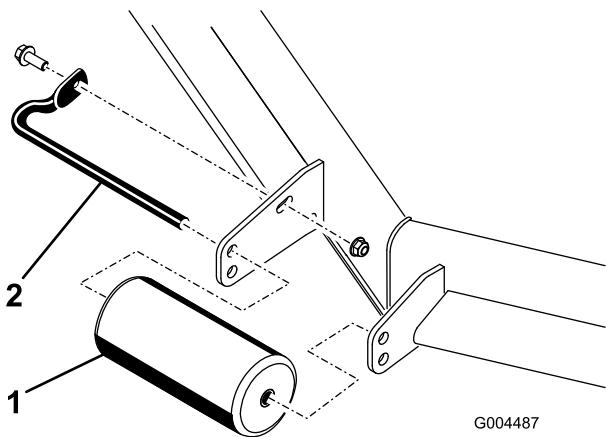
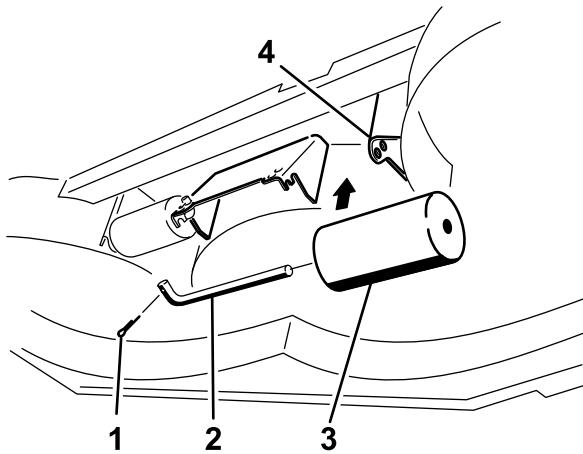

Figura 10
Figura 14
4. Retire os dispositivos de fixação que fixam cada rolo no cortador e desloque os rolos para cima ou para baixo conforme desejado; consulte Figura 10 a Figura 14 conforme se aplique ao seu cortador.